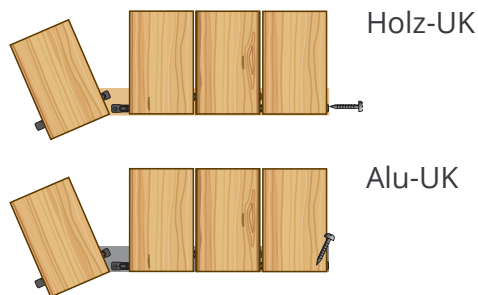

Abbildung 1
1. Die Breite der Unterkonstruktion und den Unterkonstruktionsabstand auf der Rückseite der Terrassendielen anzeichnen und Terrassendielenhalter im Versatz, wie in **Abb. 1 und 2** gezeigt, verschrauben: